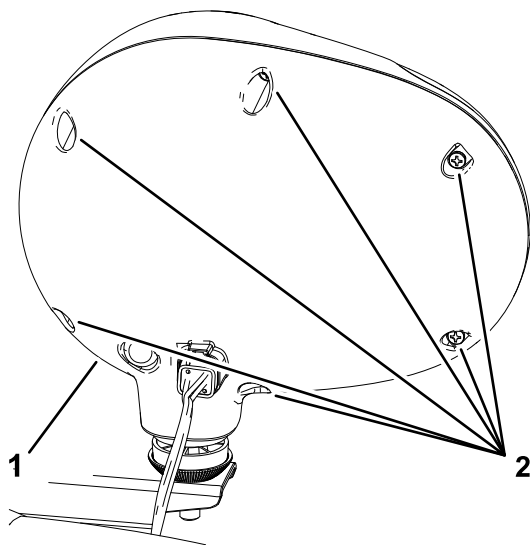

Bild 73
2. Entfernen Sie die sechs Schrauben, mit denen der Arbeitsscheinwerfer befestigt ist (Bild 73).
3. Nehmen Sie die Abdeckung des Arbeitsscheinwerfers ab (Bild 73).